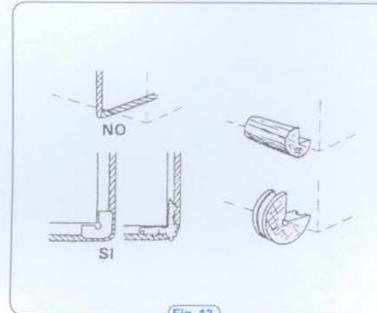

Fig. 13
- proteger las aristas con trapos, sacos o mejor con escuadras de protección (Fig. 13).